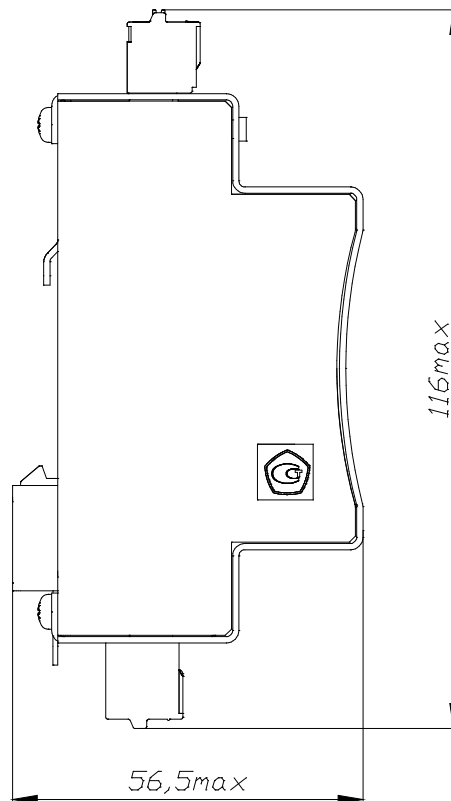

Рисунок 2.5 – Модуль УВВ. Габаритный чертеж. Вид сбоку
- знак утверждения типа (см. рисунок 2.5);